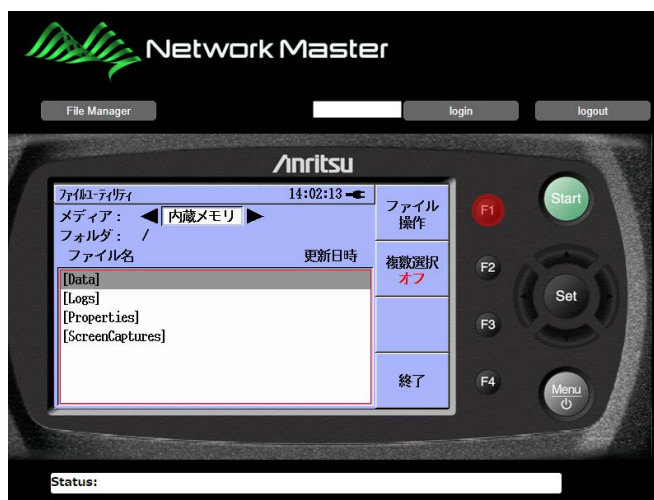

図10.4-3 リモート GUI (F1 キーの例)
1. マウスのカーソルをフロントパネルのハードキー (F1, F2, F3, F4, Start, Set, Menu, 上, 下, 左, 右の矢印) に合わせると図10.4-3のように赤丸が表示されます。